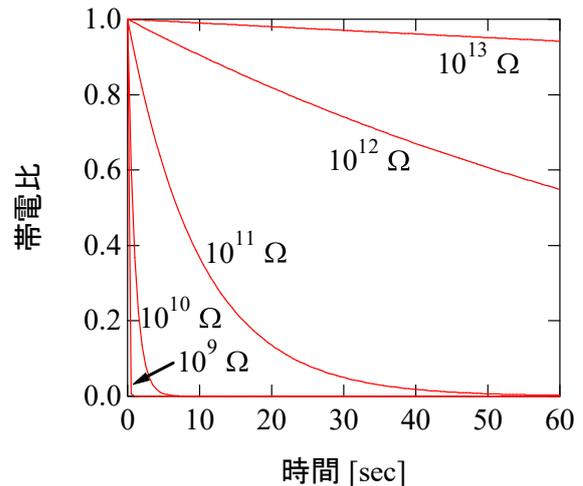

図 5 和紙の各抵抗に対する帯電比と時間の関係
されるのではないのでしょうか。さて、先ほど求めた C の値と式 (1) を用いて、和紙の帯電量がどのように減衰するかを予測することができます。ここで、最初の帯電量を 1 とした場合に、帯電量が今どれだけかを表すものを、仮に帯電比と呼ぶことにすると、この和紙の各抵抗に対応する帯電比と時間の関係は図 5 のようになります。この図から和紙の電